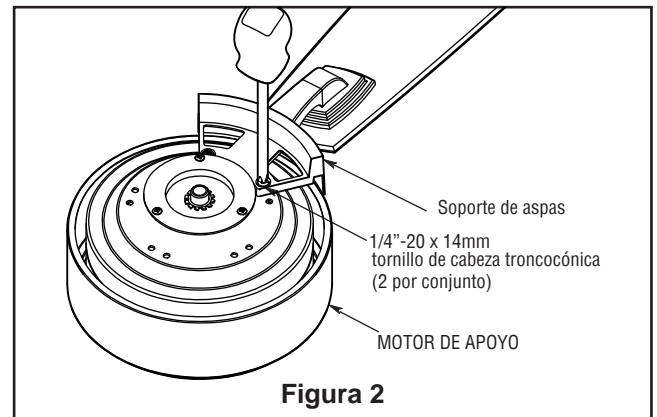

Figura 2
2. Afloje los dos tornillos de fijación del soporte del barral. Introduzca los cables de color negro, azul y blanco a través de la varilla. (Figura 2)
1. Fije bien la abrazadera para colgar a la caja de salida con los tornillos y las arandelas provistas con la caja de salida. (Figura. 2)
1. Para configurar el código del transmisor, extraiga la carcasa de la batería presionando firmemente debajo de la flecha y deslice la carcasa hasta extraerla. Mueva los interruptores de código hasta colocar el código de selección en la posición arriba o abajo. Los ajustes de fábricas vienen con todos los interruptores hacia arriba. No utilice esta posición. Con un destornillador pequeño o con una lapicera deslice firmemente hacia arriba o hacia abajo. (Figura 2)
- 2. Coloque y ajuste firmemente la cubierta para el tornillo de la base sobre los tornillos de reborde de la abrazadera para colgar mediante el mecanismo de seguro por giro del chavetero. (Figura. 2)
2. Fije los soportes de aspas al soporte del motor mediante los tornillos de 1/4-20 x 14 mm a través de los orificios ubicados al costado del soporte del motor. (Figura 2)
2. Para que funcione el ventilador, instale dos pilas de 3 voltios en el transmisor del mando a distancia. (si no se va a utilizar por largos períodos de tiempo, retire la batería para evitar daños al control remoto de mano.) Guarde el transmisor lejos del exceso de calor o humedad. (Figura 2)